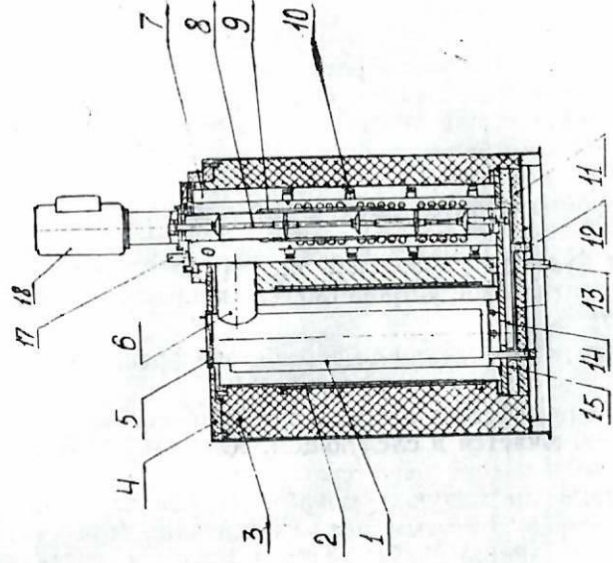
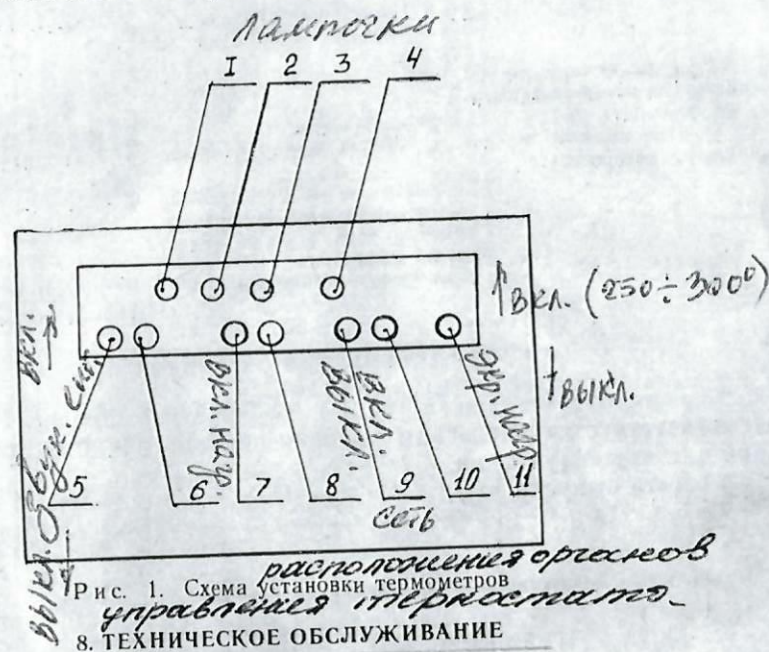

Рис. 2. Термостат
Рис. 1. Схема установки термометров в термостате.
4.2. Собственно термостат (рис. 2) состоит из двух камер: рабочей 1 и подготовительной 7, соединенных патрубком 6 и поддном 14. Нагрев масла до заданной температуры осуществляется в подготовительной камере с помощью основного нагревателя 9, установленного на корпусе мешалки 8 и дополнительного нагревателя 10.
6.2. Установить снятые узлы согласно чертежу (рис. 1).
6.6. Проверьте уровень масла, который должен быть в нагретом состоянии не ниже 10 мм от верхнего края крышки термостата. Излишки масла сливаются через трубу 13 (рис. 2) в резервуар 8 (рис. 1).
6.7. Установите контактные термометры в держатели 17 (рис. 2) и подсоедините контакты термометра основного нагревателя на клеммы XS1, XS2 (маркировка проводов 42, 44), контакты термометра мешалки — клеммы XS3, XS4 (маркировка проводов 49, 50).
7.1. С помощью держателя 4 (рис. 1) установите образцовый термометр в кассету 5 (рис. 2) термостата (при сличении с образцовым термометром сопротивления последний установить в центральное гнездо кассеты).